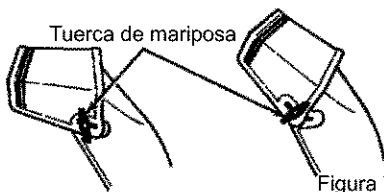

Figura 71
2. Afloje la **tuerca de mariposa** en el deflector del canal de descarga y ajuste el deflector para establecer la distancia. Mueva el deflector hacia (**ARRIBA**) para mayor distancia, hacia (**ABAJO**) para una distancia menor. Luego apriete la **tuerca de mariposa** (Figura 71).